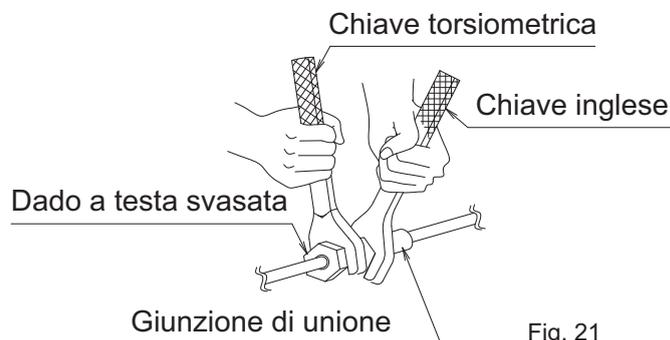

Fig. 21
- Quando si collega la tubazione al condizionatore d'aria, assicurarsi di usare una chiave inglese e una chiave torsiometrica come mostrato nella **Fig. 21**.